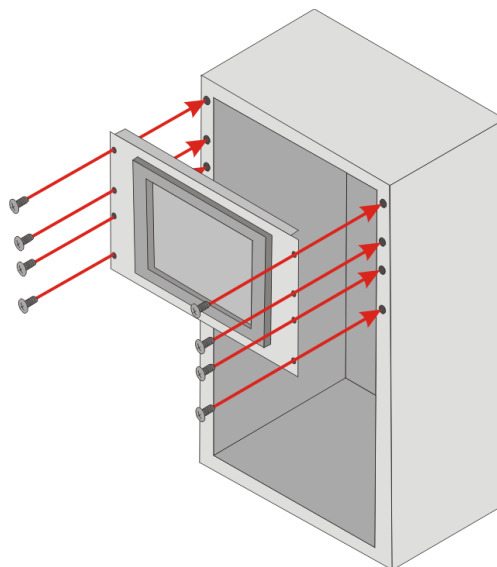

Abbildung 4-19: Montage im Schaltschrank
Schritt 4: Setzen Sie den Halterahmen mit dem Touch Panel PC in den Schaltschrank ein (Abbildung 4-19).
Schritt 5: Ziehen Sie die Schrauben des Halterahmens an, bis dieser fest im Schaltschrank sitzt (**Abbildung 4-19**).